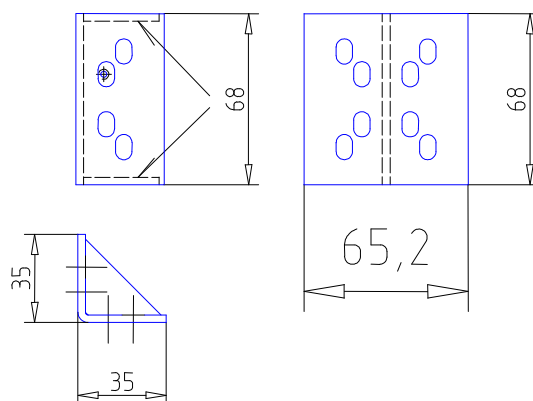

Рисунок 3.7 – Батарейный стеллаж Штиль MBS-04. Опора (переходник для вертикального масштабирования стеллажей)
4.1 Закрепить винтами М6*16 опоры (рисунок 3.7) на стойках изделия (рисунки 3.3, 3.5).